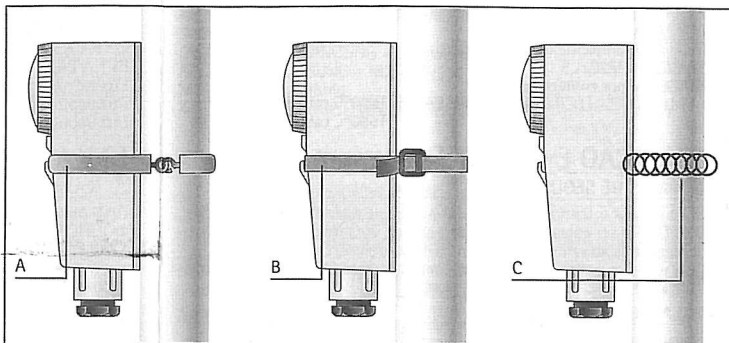

fig.4 - εικ.4
- B) Verwijder het kapje van het voorwerp door eerst de regelknop (indien aanwezig) en vervolgens de schroef onder deze knop te verwijderen. Leid eerst de draden van de installatie door de draadleiders en verbind ze met het klemmenbord (fig.4) zoals aangegeven in de volgende paragraaf "Elektrische aansluitingen". Sluit het produkt weer met het kapje, draai het schroefje weer aan en bevestig de regelknop (indien aanwezig)
- B) Desmonte la tapa del aparato, extrayendo antes el botón de regulación y luego el tornillo colocado debajo del mismo botón. Lleve los hilos del aparato por el correspondiente pasacables y conéctelos en la regleta de bornes (fig.4) como se indica en el punto siguiente "Conexiones eléctricas". Vuelva a fijar el aparato mediante el tornillo y posicione nuevamente el botón de regulación.